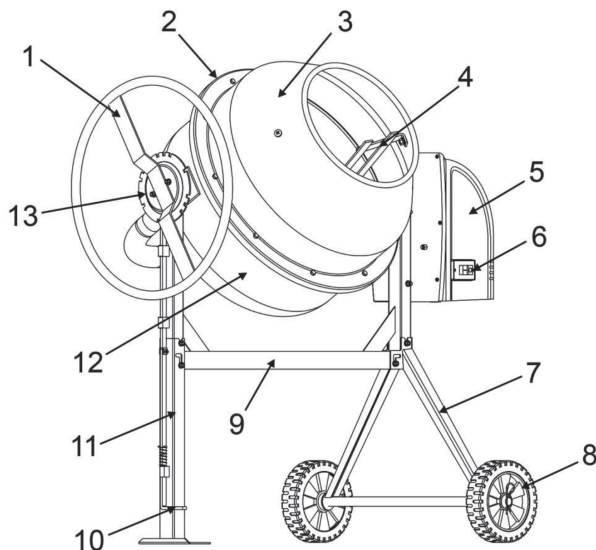
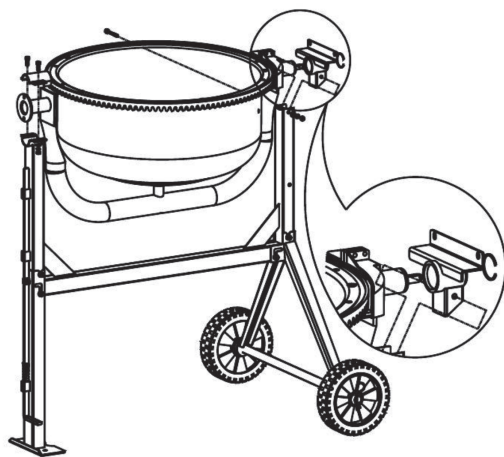

Рис. 1
Рис. 5
- Наденьте на ось колесной стойки (7) (См. Рис.1; 2) по колесу с каждой стороны.
- К несущей балке (9)(См. Рис. 1) присоедините дополнительную опору. Вставьте внутрь педаль (10)(См. Рис. 1, 3) с пружиной.
- Соедините раму с колесной стойкой (7) (См. Рис.1, 4). Зафиксируйте ее положение винтами (М8х70). Крепко затяните винты.
- Установите опорную дугу вращения барабана на балку рамы. Зафиксируйте ее положение винтами М8х65 (См. Рис. 5).
- Осторожно поместите нижний барабан (12) (См. Рис. 1) на стойку, так чтобы подшипники попали в соответствующие пазы (См. Рис. 5). Выровняйте с каждой стороны отверстия, закрепите гаечным ключом болты, шайбу, стопорную шайбу и гайку в посадочном седле. Проверьте надежность крепления.
- Поместив верхний барабан (3) (См. Рис.1) на обод нижнего барабана (12) (См. Рис.1, 7), убедитесь в совпадении пазов и стрелок, а так же и свободном вращении лопастей внутри барабана.
- Установите колесо наклона (1)(См. Рис.1) на место крепления.
- Трансмиссия с электродвигателем закрыта защитным кожухом (5) (См. Рис.1; 9).
2. Нажмите на зеленую кнопку включения (6) (См. Рис.1), расположенную сбоку на защитном кожухе электродвигателя.
3. Для отключения нажмите на красную кнопку (6) (См. Рис.1).